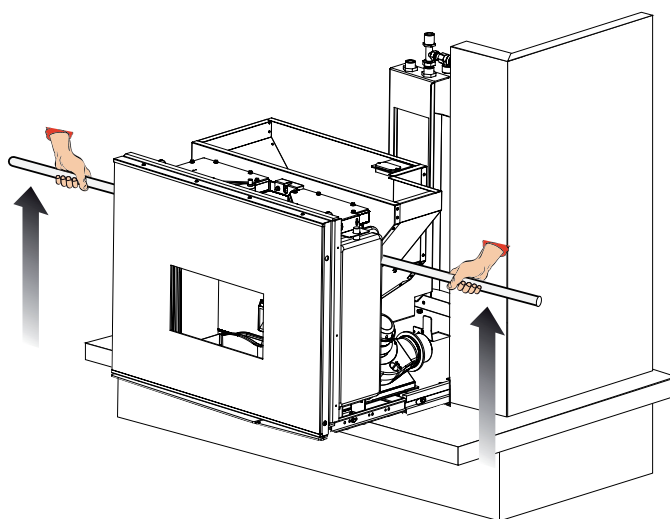

Fig. 6.6
- spingere la stufa nella sua sede finchè non si è sicuri che il sistema di blocco automatico abbia fatto presa (fig.6.6)